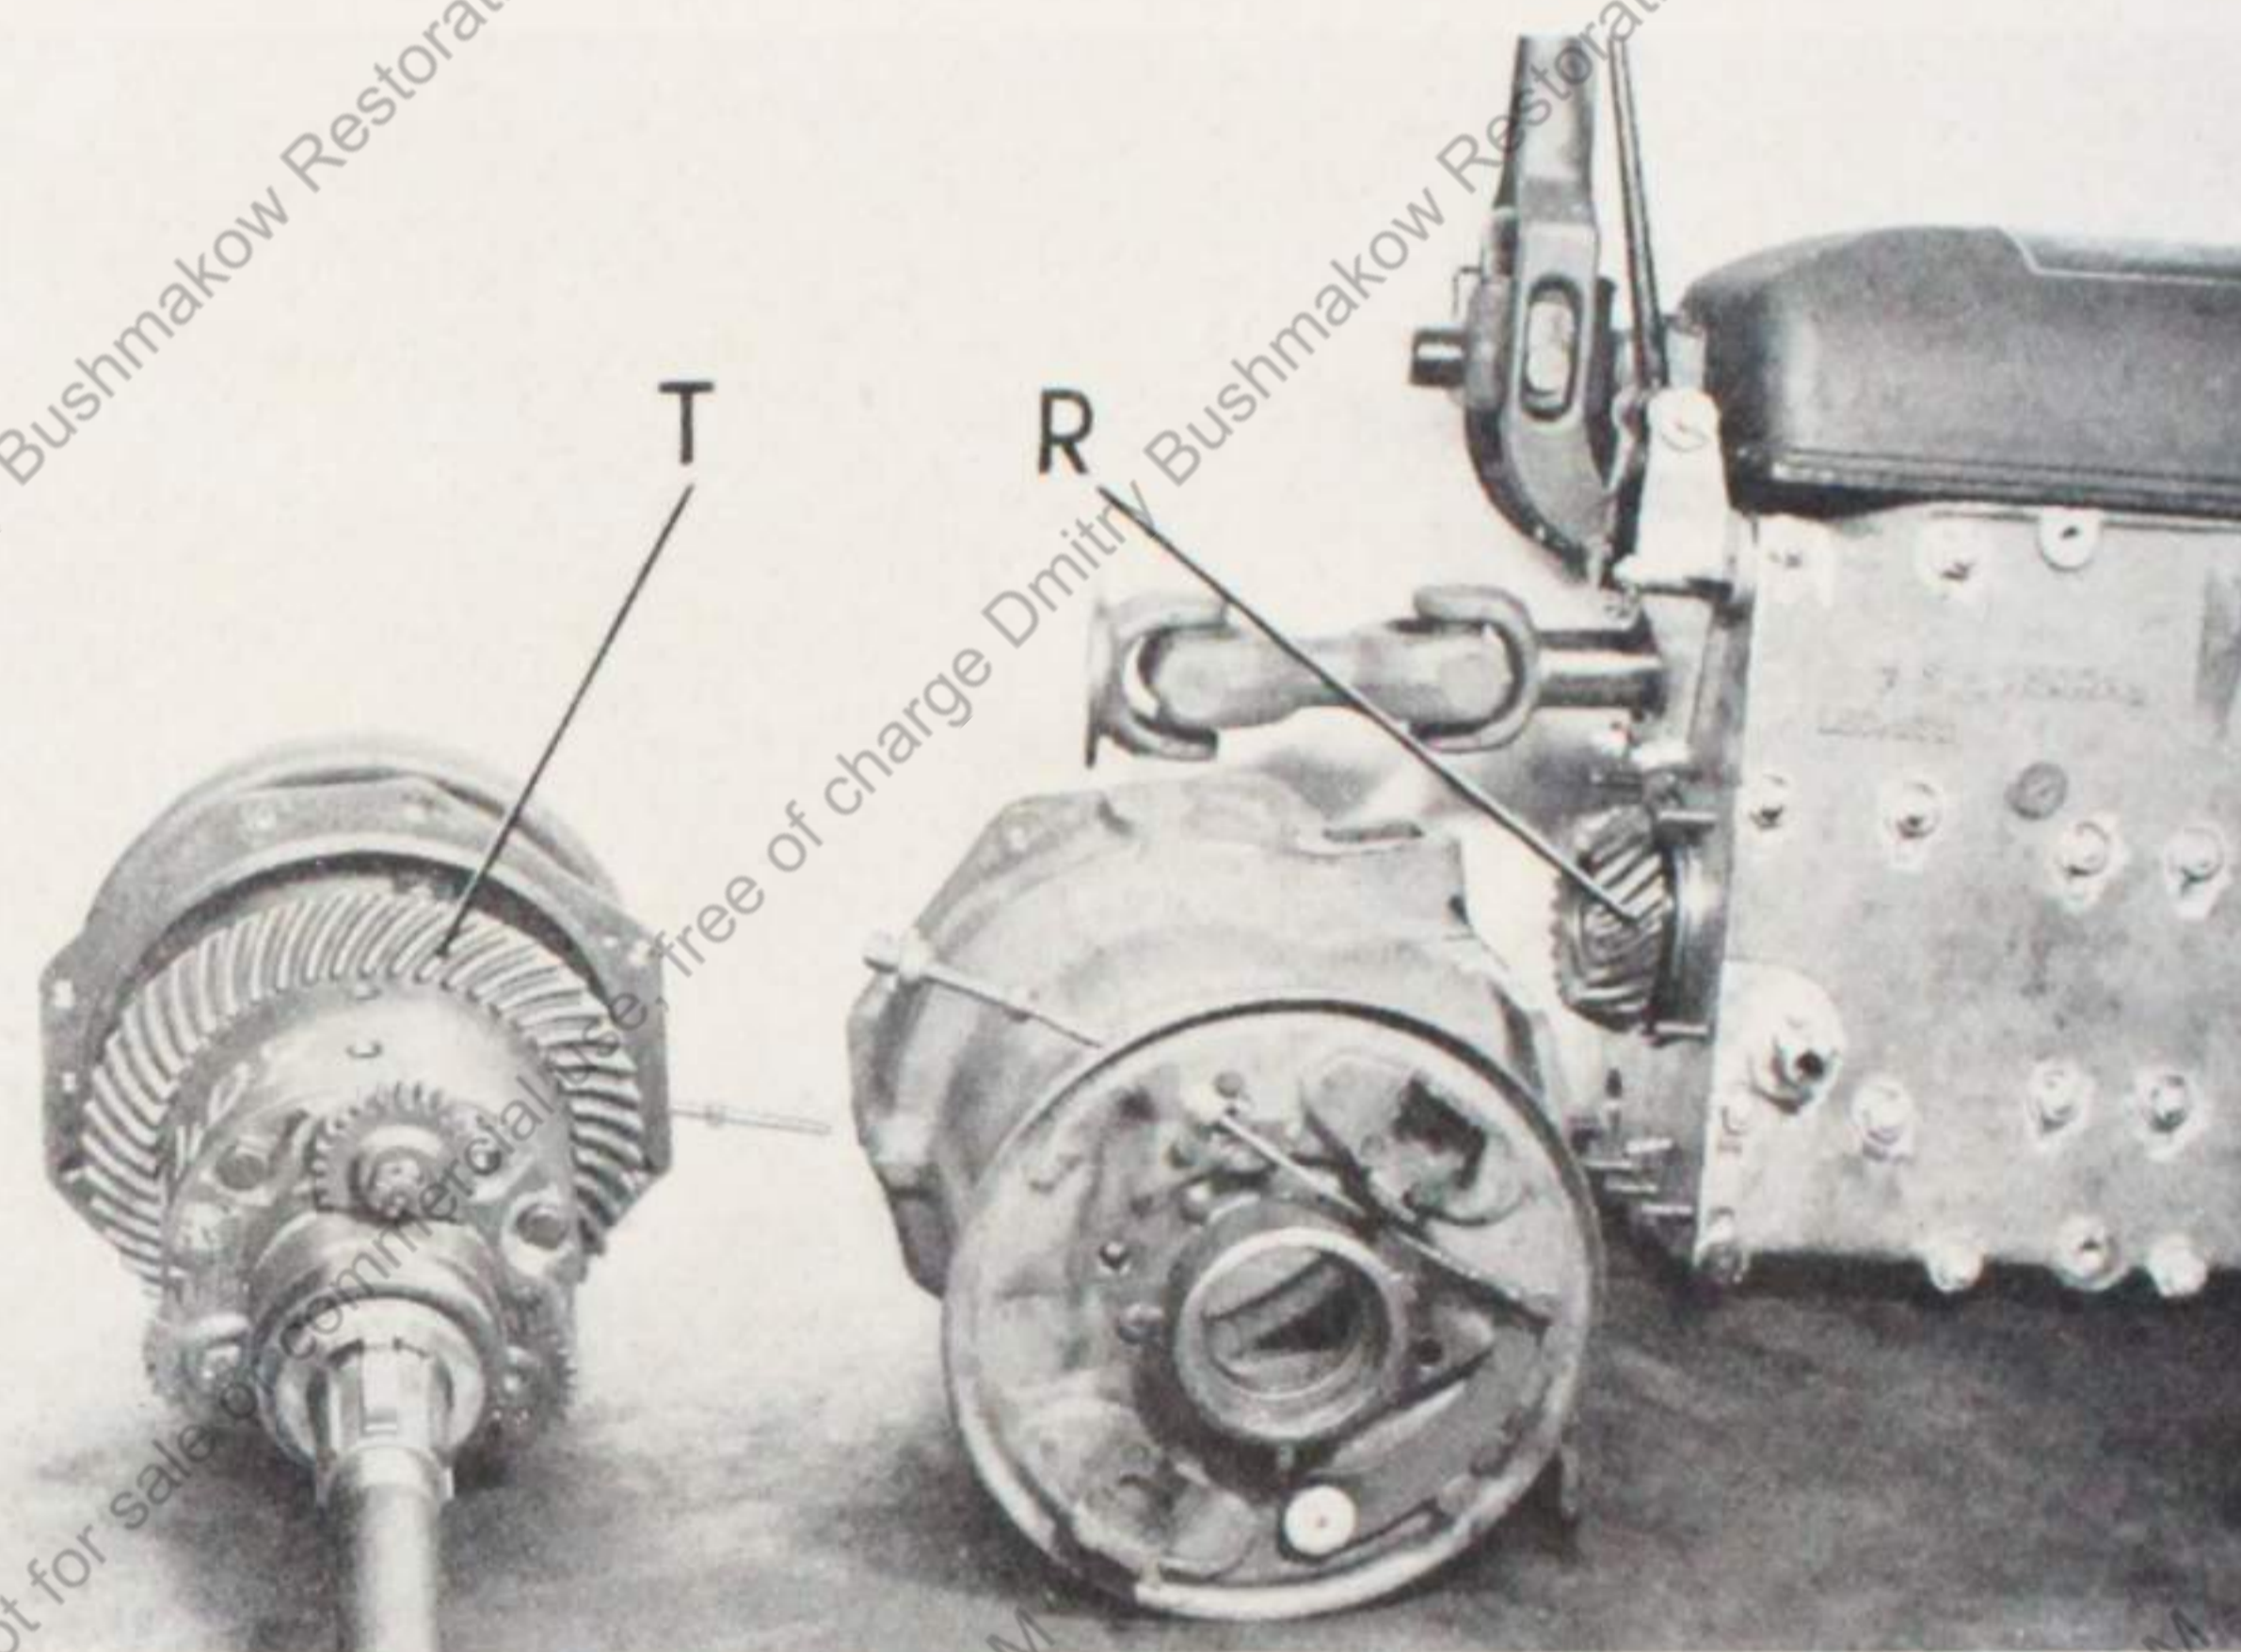

Bild 31
3. Beim Rausziehen des Lenkgetriebes an der rechten Halbachse drehen, damit zwei der drei äußeren Stirnräder oben stehen, sonst bleibt ein Stirnrad am Antriebskegelrad (R im Bild 31) hängen
4. Zwischen Deckel und Gehäuse befinden sich Beilegescheiben (links neben dem Gehäuse L), mit deren Hilfe das **Zahnflankenspiel** eingestellt wird: durch Einlegen und Herausnehmen wird der Abstand zwischen Antriebskegelrad R und Tellerad T (Bild 31) verkleinert, bzw. vergrößert, bis die Zähne gleichmäßig tragen. Die **Einstellung erfolgt im Werk**, deshalb die vorhandenen Scheiben beim **Einbau** nicht vergessen!